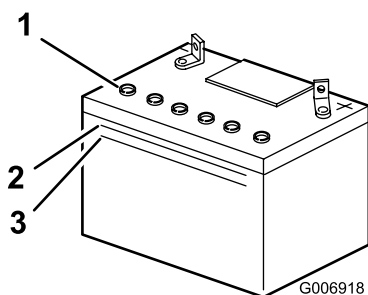

Figure 29
2. Observez le côté de la batterie. Le niveau de l'électrolyte doit atteindre le trait supérieur (Figure 29).
**Remarque:** Le niveau d'électrolyte ne doit pas descendre au-dessous du trait inférieur (Figure 29).
3. Enlevez les bouchons d'aération de la batterie (Figure 29)
5. Attendez 5 à 10 minutes après avoir rempli les éléments. Au besoin, ajoutez de l'eau distillée pour amener le niveau jusqu'au repère supérieur sur le côté de la batterie (Figure 29).